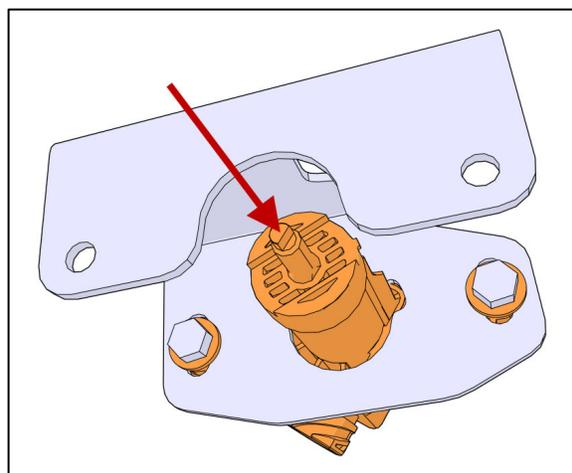

FIGURE 7
*S'assurer que le méplat sur l'arbre de rotation du capteur est orienté comme montré sur la Figure 7.*